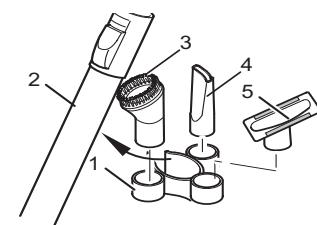

Abb. 5
5. Stecken Sie die Zubehörhalterung (Abb. 5/1) unterhalb der Teleskoprohr-Arretierung auf das Teleskoprohr (Abb. 5/2). Schieben Sie dann Möbelbürste (Abb. 5/3), Fugendüse (Abb. 5/4) und Polsterdüse (Abb. 5/5) auf die Aufnahmeverrichtungen.
- Als **Zubehör** sind die Fugendüse, die Möbelbürste und die Polsterdüse im Lieferumfang enthalten. Sie können bei Nichtgebrauch an der Zubehörhalterung befestigt werden (Abb. 5/1).